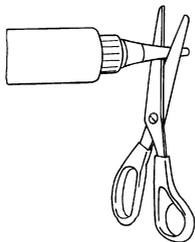

图 2-55 在密封剂瓶嘴标记处剪断
- 1) 如图 2-55 所示,在密封剂瓶嘴标记处剪断(约 $\phi 3\text{mm}$ 的开口)。